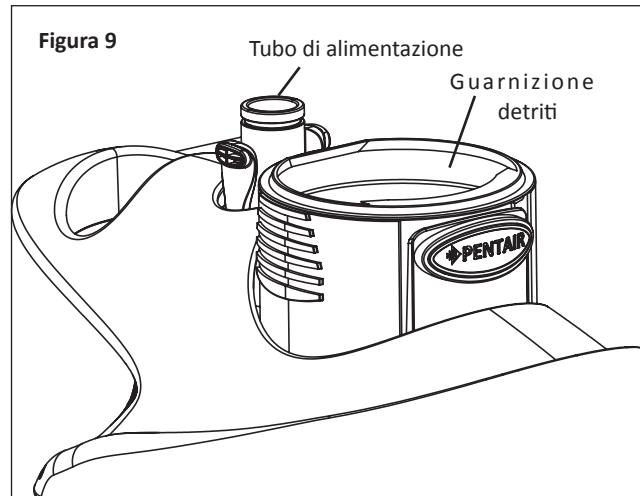

Figura 9
- Assicurarsi che la guarnizione dei detriti sia collegata. Vedere **Figura 9**.
5. Assicurarsi che la guarnizione dei detriti sia sul tubo a vuoto. Vedere **Figura 9**, a pagina 5.